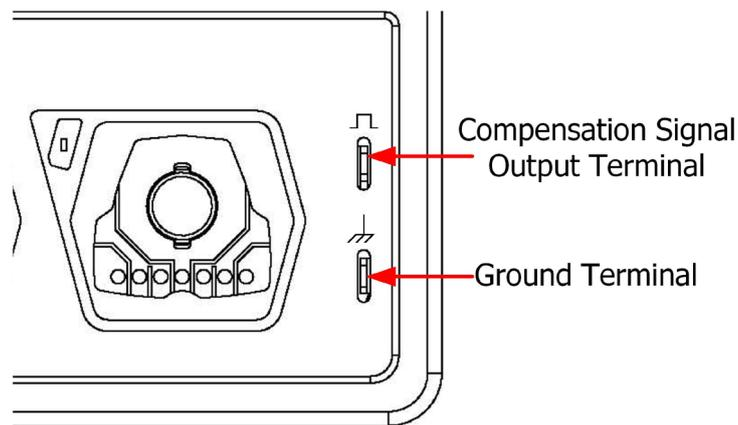

Рисунок 4.7 Использование сигнала компенсации
- 3 С помощью пробника подключите первый канал( CH1) осциллографа и "вывод компенсационного сигнала" пробника, как показано на рис. 4.7 .